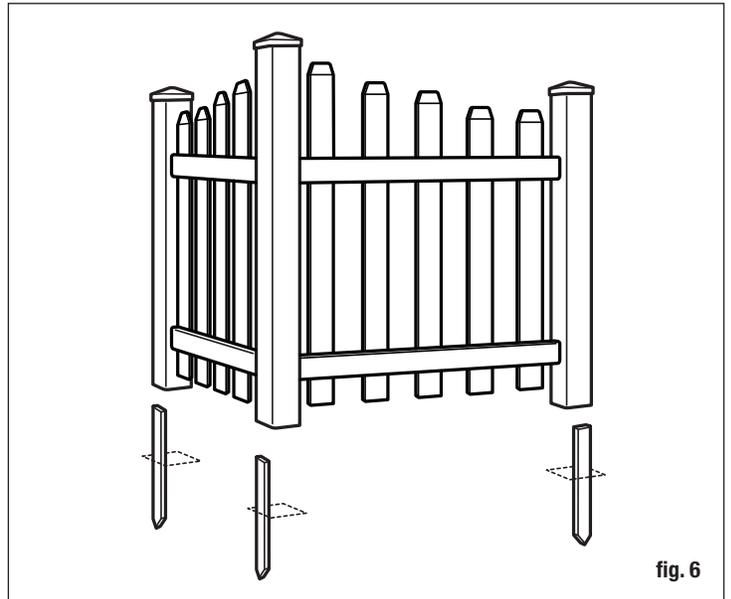

fig. 6
- Pick up fence assembly and reposition posts so that stakes are located inside of posts (fig. 6).
- Levante el montaje de la cerca y repositone los postes de manera de que las estacas queden entre los postes (fig. 6).